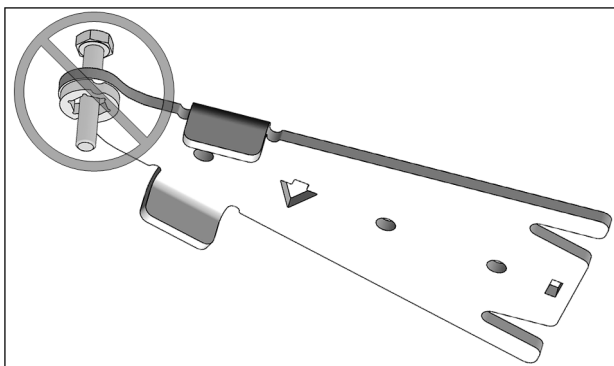

Fig. 17
**ATTENTION:** Assurez-vous d'insérer le boulon dans le bon sens. Voir la Fig. 17